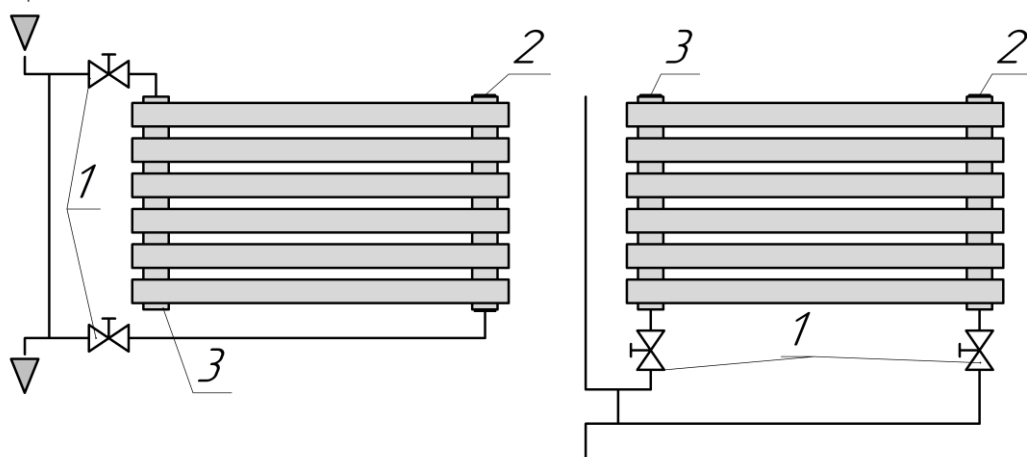
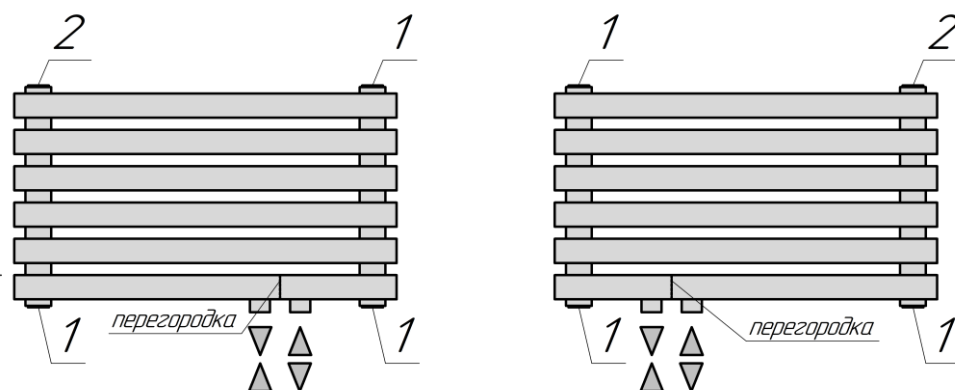

Рис.2. 1. Вентиль (кран). 2. Кран Маевского-воздухоотводчик. 3. Пробка глухая.
Рис. 4. 1. Пробка глухая. 2. Кран Маевского-воздухоотводчик.
2.2. Радиаторы выпускаются с разнесенным (седловым) нижним или диагональным подключением «ELLIPSE P H» (Рис.2, 3) или с правосторонним (левосторонним) нижним подключением с межосевым расстоянием 50 мм «ELLIPSE P H R(L)» (Рис.4).
5.7. Схема разнесенного (седлового) подключения радиатора к однетрубной системе (Рис.2):
5.9. Схемы присоединения под арматуру нижнего подключения 50мм к двухтрубной системе отопления (Рис. 4): Подключение прямой и обратной магистрали - произвольное.